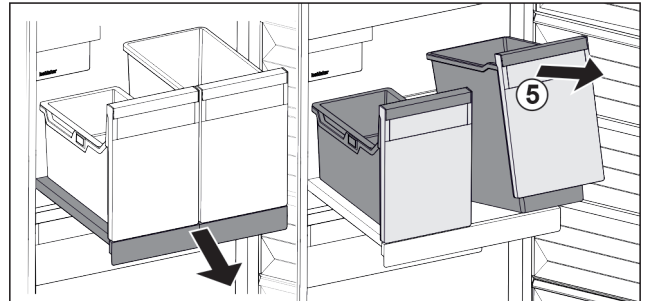

Fig. 89
- ▶ Posodo Fig. 89 (5) dvignite naprej.